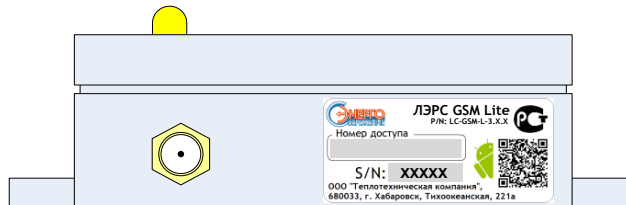

Рисунок 20. Место расположения маркировки Lite
- Lite, в верхней части, около антенны (см. рис. 20);